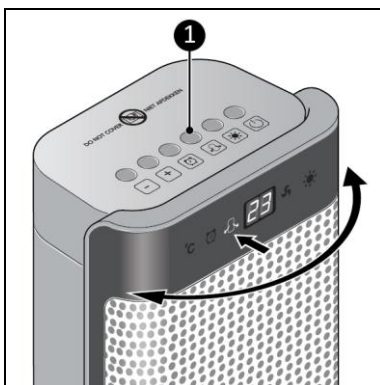

Figura 9
1. Apăsati butonul pentru baleiere de pe dispozitiv (Figura 9, poz. 1) sau de pe telecomandă. Indicatorul luminos pentru baleiere se aprinde. Unitatea se rotește de la stânga la dreapta, într-un unghi de 90°.